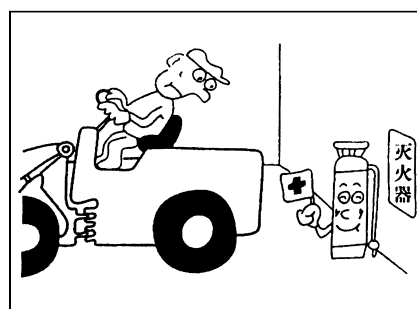

Рис.2-9
- При проведении работ внутри здания, следует сначала установить огнетушители, и запомнить их место хранения и метод использования. (Рис.2-9)